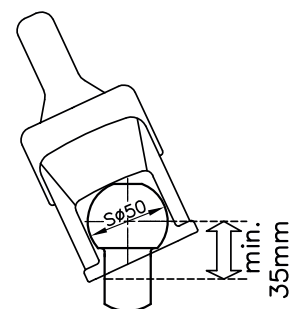
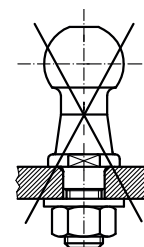
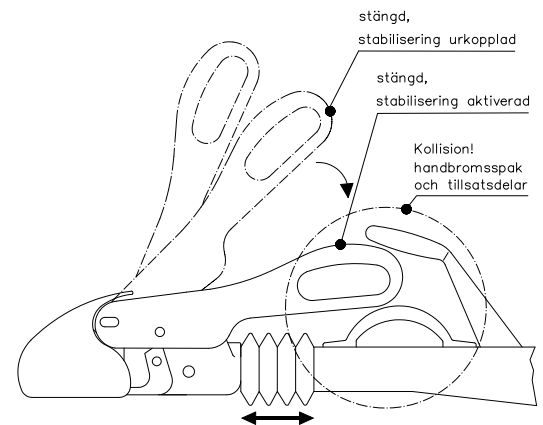

Bild 1 : Kulhals dragfordon
Bild 2 : Skruvad kulbult
Bild 5 : Aktivering stabiliseringsfunktion
1.3 Kulkopplingen WS 3000/3500 kan endast användas tillsammans med dragkuler som uppfyller kraven i DIN 74058/ISO 1103, om kulhalsen inom ett område på **minst 35 mm är fri från påbyggnadsdelar** (bild 1), istället för 32 mm som anges i DIN 74058 / ISO 1103. Användning av WS 3000/3500 i kombination med skruvmonterad dragkula utan någon vridsäkring är inte tillåten (bild 2). Med inkopplad stabilisator vid kördrift måste manöverspaken vara frilagd från fordons- eller tillsatsdelar, d.v.s. när förbindelsestagen skjuts in samtidigt som en vridrörelse sker med WS 3000/35000, får kollision inte uppstå mellan handbromsspaken och andra tillsatsdelar. (bild 5) Beakta även anvisningarna i bruksanvisningen resp. bromstillverkarens handbok.
För detta måste manöverspaken tryckas nedåt från det låsta läget till anslaget (bild 5). Därvid spänns fjäderpaketet som trycker friktionsbeläggen mot dragkulan. Därefter ligger manöverspaken nästan parallellt med dragstången.